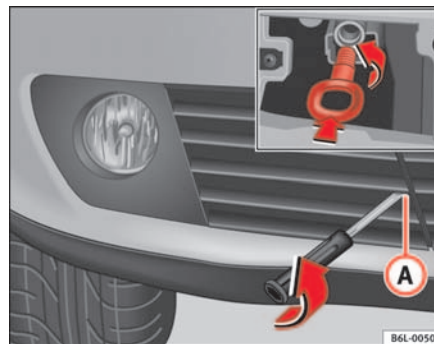

Abb. 157 Abschleppöse vorne
- Entfernen Sie die Schraube  ⇒ Seite 231, Abb. 157.